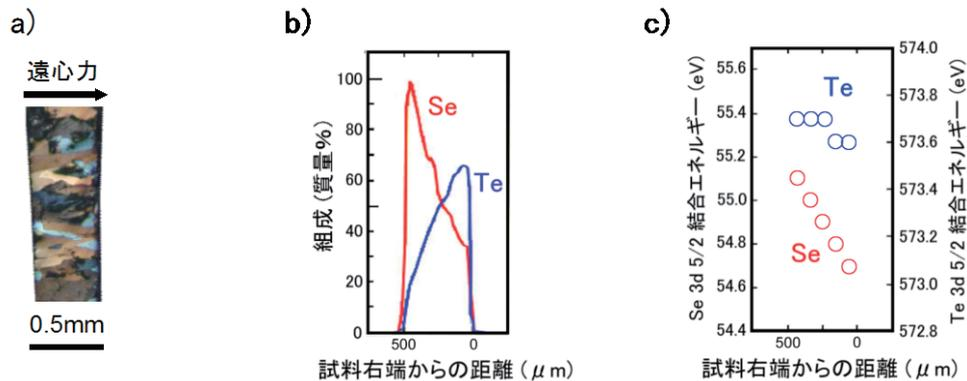

図2 バンドギャップが原子スケールで連続的に傾斜したSe-Te半導体固溶体
- 2) 異方性組織の導入 →例えば、傾斜機能材料が得られます(図2)。